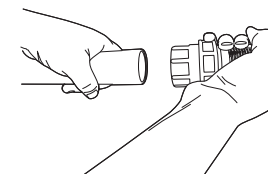

Figura 4.
4. Coloca una Pichancha en el extremo de la tubería que quedará al menos a 10 cm del fondo de la cisterna (ver Figura 4).